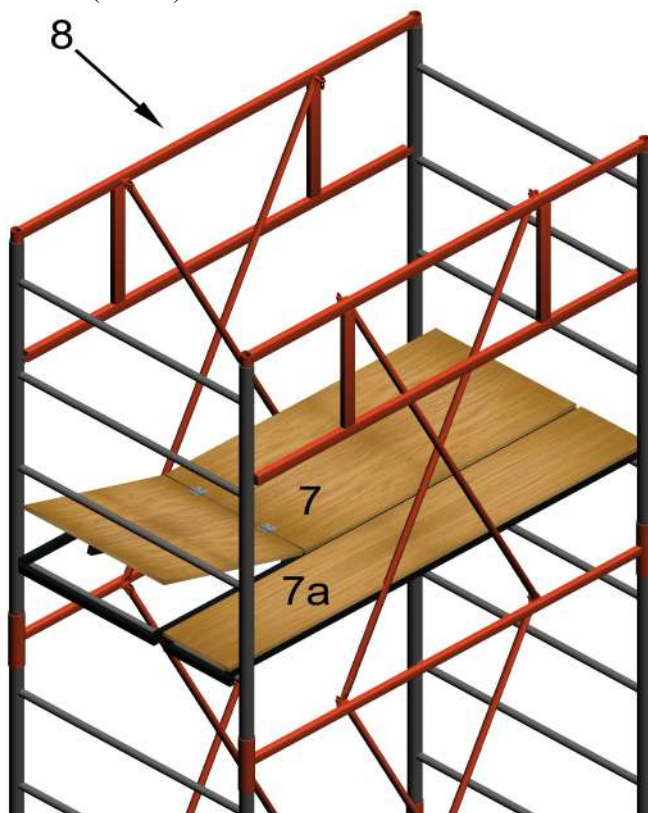

Рис.2
- 4.10. Установить настилы (7,7а) на нижние перекладины лестниц последней секции. (Рис.2)